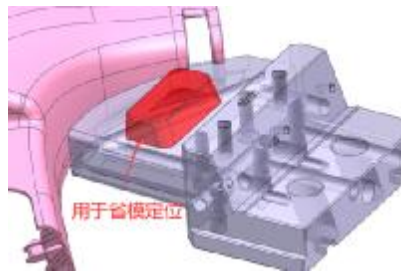

图 4-6 省模定位结构
4. 后模滑块用来成型处在定模的外观面时，滑块成型部分要与型腔之间创建定位，方便后续省模。如图 4-6 所示